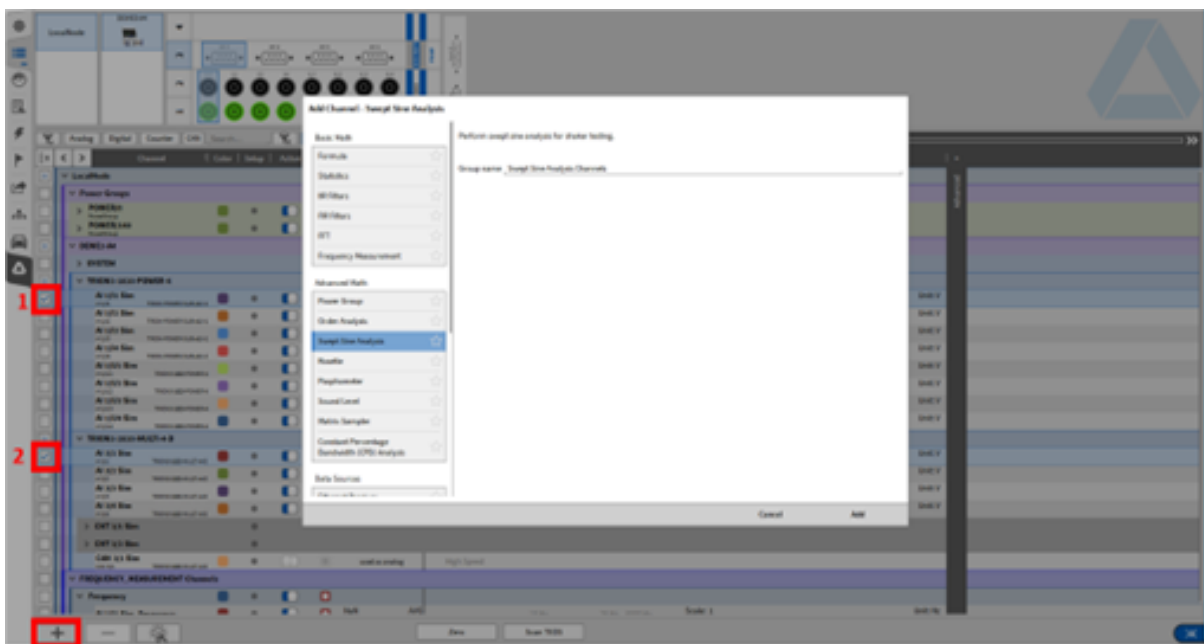

Abb. 7.135: Schritte zur Erstellung einer Swept-Sine-Analyse
1. Zuerst markieren Sie den Kanal des Referenzsignals für die Swept-Sine-Analyse (siehe ① in Abb. 7.135)
2. Dann markieren Sie den Kanal, welcher das Signal der Senke enthält (siehe ② in Abb. 7.135). Auch mehrere Kanäle können ausgewählt werden.
3. Klicken Sie auf den + Button (siehe ③ in Abb. 7.135) um die Mathe-Einstellungen zu öffnen und wählen Sie *Swept-Sine-Analyse*. Wenn gewünscht, ändern Sie den Gruppennamen und klicken Sie auf *Hinzufügen*.